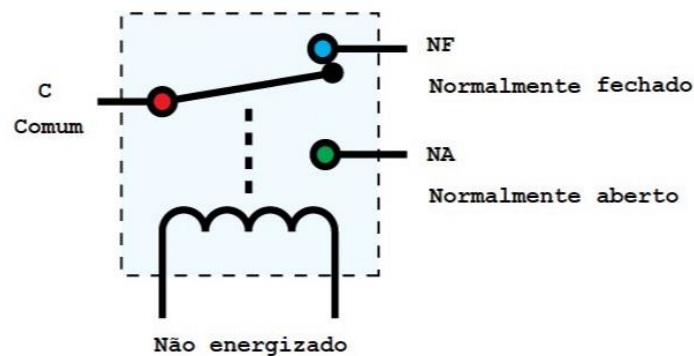

Figura 1 – Esquema funcional de um relé.
O relé é um dispositivo que possui uma bobina, e um contato preso a uma mola de rearme, que conecta com os terminais nas posições Normalmente Aberto (NA) e Normalmente Fechado (NF). Em estado de repouso, o contato está na posição NF (normalmente fechado), conforme Figura 1. Quando a bobina é energizada, ela cria um campo eletromagnético, que funciona como um ímã e portanto atrai e desloca o contato.